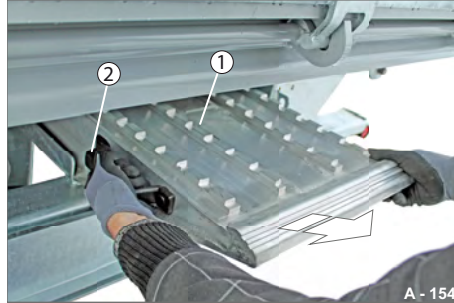

Abb. 164 Auffahrbohlen herausziehen
▶ Greifen Sie am Griff (Abb. 164/2) und ziehen Sie die Auffahrbohle (Abb. 164/1) etwas heraus.